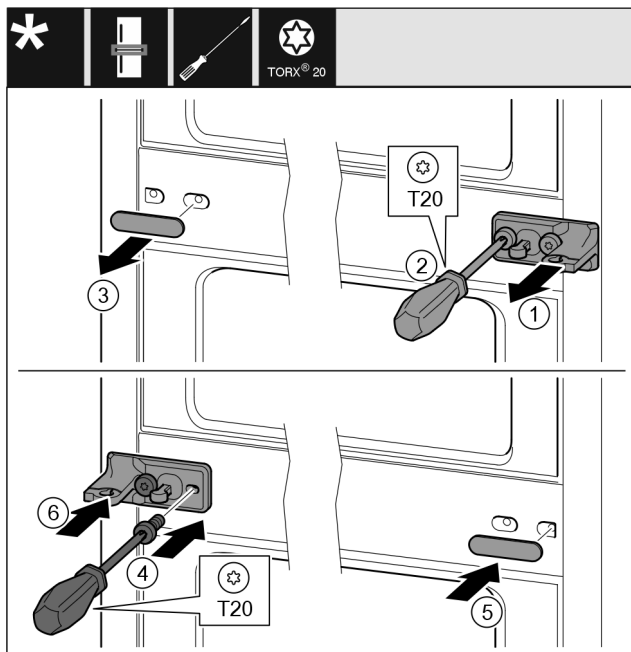

Fig. 11
- ▶ Ta bort brickan. Fig. 11 (1)
- ▶ Skruva ut skruvarna med en skruvmejsel T20. Fig. 11 (2)
- ▶ Ta försiktigt av skyddet. Fig. 11 (3)
- ▶ Vänd lagerbocken med folie 180° och skruva fast den på andra sidan. Fig. 11 (4)
- ▶ Vrid skyddet 180° och sätt fast det på andra sidan. Fig. 11 (5)
- ▶ Skjut på brickan framifrån. Fig. 11 (6)